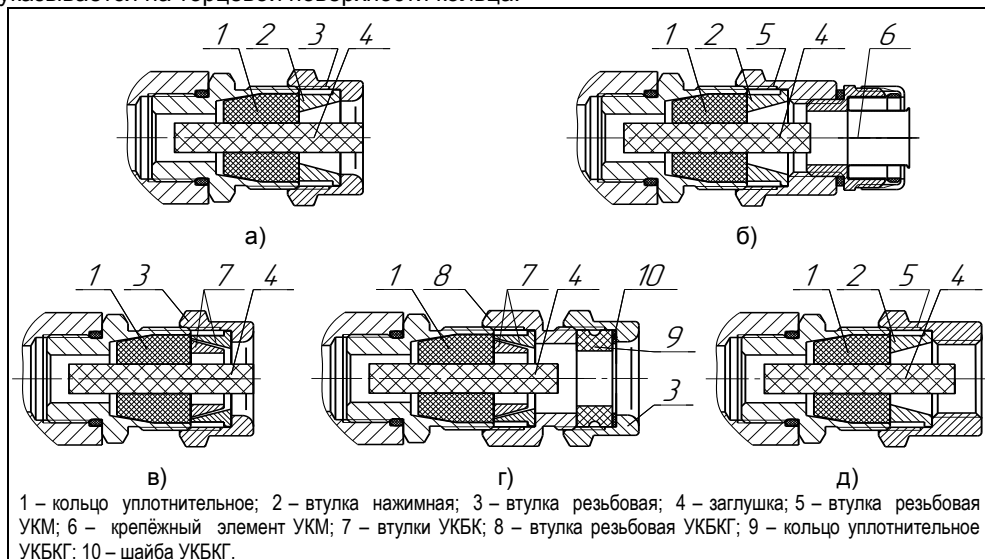

Рисунок 3 – Элементы кабельных вводов:
1.4.3 Корпус изготавливается с кабельными вводами **D12** и **D18** (см. рисунок 3). Кабельные вводы крепятся к корпусу с помощью резьбовых соединений.
Кабельные вводы, изготавливаемые по умолчанию, (см. рисунок 3, а) содержат кольцо уплотнительное 1, втулку нажимную 2, втулку резьбовую 3, заглушку 4.
Варианты исполнения кабельных вводов с устройством крепления металлорукава содержат втулку резьбовую 5 с резьбой под крепежный элемент 6, в котором фиксируется металлорукав (см. рисунок 3, б). Кабельный ввод **D12** имеет варианты исполнения **УКМ10**, **УКМ12**, **УКМ15** и **УКМ20** для крепления металлорукава с внутренним диаметром 10, 12, 15 и 20 мм соответственно. Кабельный ввод **D18** имеет вариант исполнения **УКМ20** и **УКМ25** для крепления металлорукава с внутренним диаметром 20 и 25 мм соответственно.
Варианты исполнения кабельных вводов с устройством крепления бронированного кабеля содержат втулки 7 (см. рисунок 3, в). Фиксация брони кабеля осуществляется между втулками 7 при наворачивании втулки резьбовой 3. Кабельный ввод **D12** имеет вариант исполнения **УКБК16** для крепления бронированного кабеля с наружным диаметром до 16 мм. Кабельный ввод **D18** имеет вариант исполнения
Варианты исполнения кабельных вводов с герметизированным устройством крепления бронированного кабеля (см. рисунок 3, г) содержат втулки 7 для фиксации брони кабеля при наворачивании втулки резьбовой 8, а также кольцо уплотнительное 9, шайбу 10 и втулку резьбовую 3 для герметизации по оболочке кабеля. Данный вариант кабельного ввода комплектуется двумя кольцами уплотнительными 9. Одно кольцо устанавливается в кабельный ввод, другое прикладывается. Каждое кольцо имеет свой диапазон допустимых наружных диаметров монтируемого кабеля. Кабельный ввод **D12** имеет вариант исполнения **УКБКГ16** для крепления бронированного кабеля с диаметром по броне до 16 мм и наружным диаметром от 10 до 15 мм или от 14 до 19 мм. Кабельный ввод **D18** имеет вариант исполнения **УКБКГ21** для крепления бронированного кабеля с диаметром по броне до 21 мм и наружным диаметром от 15 до 20 мм или от 19 до 24 мм. Варианты УКБКГ обеспечивают надежное электрическое соединение брони кабеля с корпусом преобразователя.
Варианты исполнения кабельных вводов с устройством крепления трубы содержат втулку резьбовую 5 с внутренней резьбой под крепление трубы (см. рисунок 3, д). Кабельный ввод **D12** имеет вариант исполнения **УКТ1/2** для крепления трубы с наружной резьбой G 1/2. Кабельный ввод **D18** имеет вариант исполнения **УКТ3/4** для крепления трубы с наружной резьбой G 3/4.